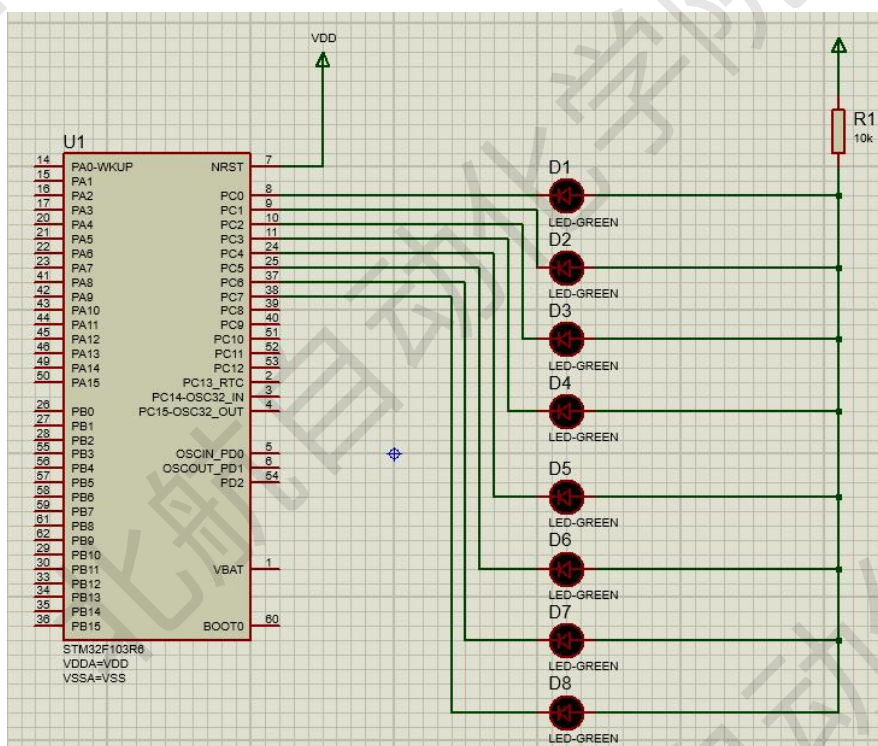

图 4.12.1 STM32F103R6 电路原理图
4. 在 Proteus 软件中搭建电路原理图, 如图 4.12.1 所示。